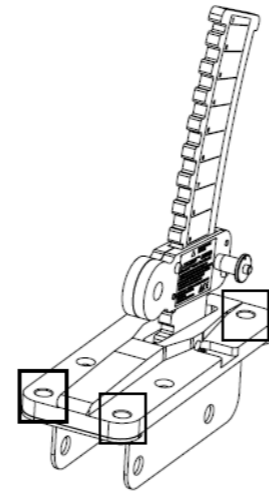

图 4.从支架中取下螺丝
1. 卸下将吊架连接到地面安装支架底座的 4 颗螺丝。参见图 4。